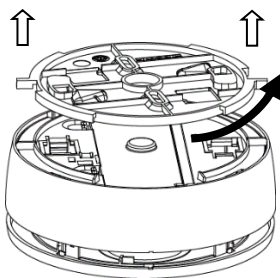

Figure 6
2. Retirez le support de montage du détecteur en le faisant pivoter dans le sens inverse des aiguilles d'une montre, puis en le soulevant (*reportez-vous à la Figure 6*).